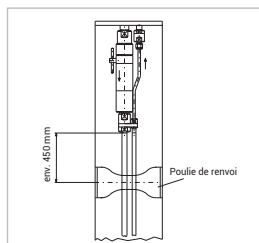

Figure 1
- ▶ Si vous utilisez le produit WEH® sans support de fixation au distributeur WEH®, il est nécessaire d'installer une poulie de renvoi à une distance d'env. 450 mm du bord inférieur du break-away (Figure 1).